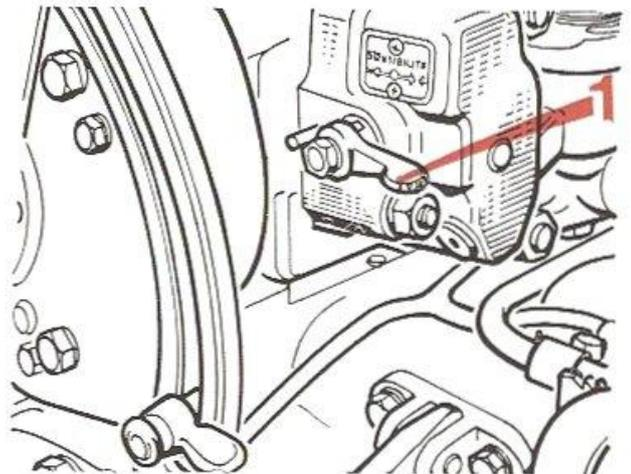

FIG. 46
— Réglage de la sensibilité à l'aide de la petite manette (1) fig. 46 située à droite du distributeur.